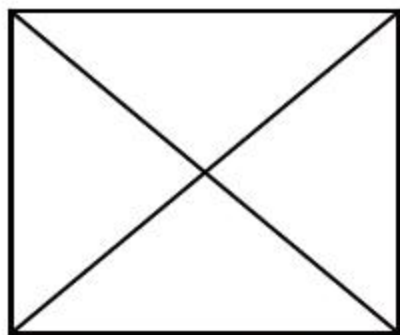

图4-77 打开素材
**01** 单击快速访问工具栏中的【打开】按钮，打开本书配备资源中的“素材\第4章\4-10 拉伸立式明装风机盘管.dwg”文件，如图4-77所示。